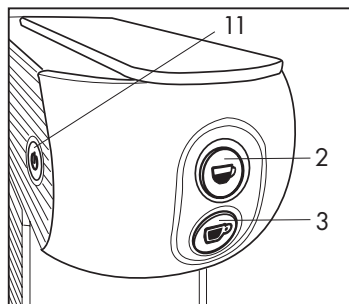

Fig. 11
- Compruebe que no hayan cápsulas en el interior y encienda la máquina accionando el interruptor principal (11)
- Cierre el soporte taza pequeña (10) y coloque una taza grande vacía debajo de la boquilla dispensadora (4).
Taza grande: Pulse y mantenga pulsada la tecla (3). La máquina comenzará a suministrar agua. Una vez alcanzado el nivel de agua deseado suelte la tecla (3). La máquina dejará de suministrar agua y quedará memorizada la cantidad para otros suministros. **(Fig.11)**
Taza pequeña: Pulse y mantenga pulsada la tecla (2). La máquina comenzará a suministrar agua. Una vez alcanzado el nivel de agua deseado suelte la tecla (2). La máquina dejará de suministrar agua y quedará memorizada la cantidad para otros suministros. **(Fig.11)**